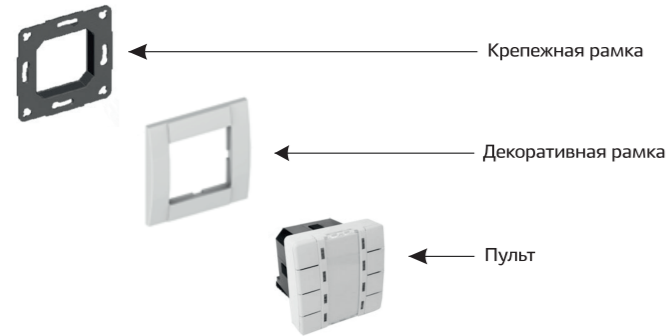

Рис. 1 — Монтаж пульта
- Закрепить с помощью шурупов крепежную рамку на электромонтажной чашке (рис. 1);
- Закрепить пульт в крепежной рамке, предварительно поместив между ними декоративную рамку и адаптер (рис. 1).